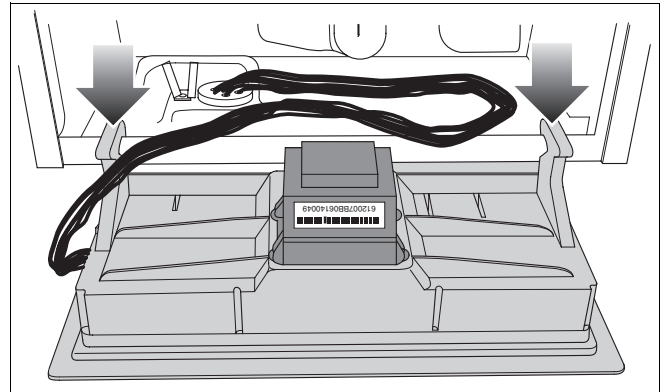

fig. 45 Bedieningspaneel ophangen
- Hang het bedieningspaneel op aan de onderzijde van het frame (→ fig. 45).